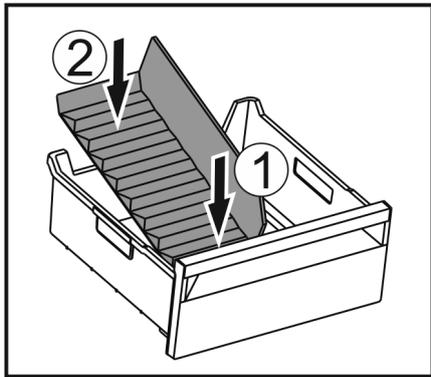

Fig. 148
- ▶ Colocar la parte delantera del separador para congelador. Fig. 148 (1)
- ▶ Bajar la parte posterior del separador para congelador hasta la base del cajón. Fig. 148 (2)